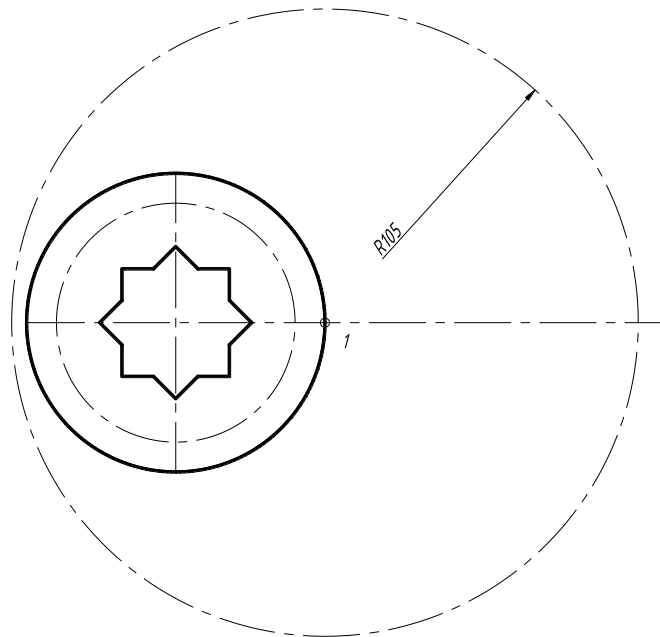

Рис. 3.4
7. Выберите команду «Обрезать», обрежьте все линии, как показано на рис. 3.4.
8. Выберите слой «Осевые», вычертите окружность $R 105$ мм в точке I (рис.3.4).